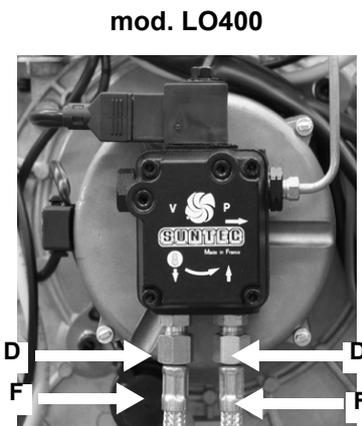

Fig. 26
- 4 Fixer les tuyaux flexibles comme indiqué sur la Fig. 26